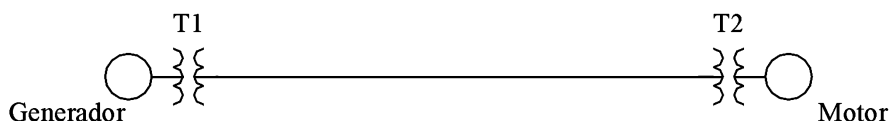

Figura 2.12 Esquema unifilar para el Problema 2.2.
2.2 Dibujar el circuito equivalente por fase del sistema cuyo esquema unifilar se muestra en la Figura 2.12. Los valores nominales (potencias trifásicas y tensiones entre líneas) se dan a continuación.